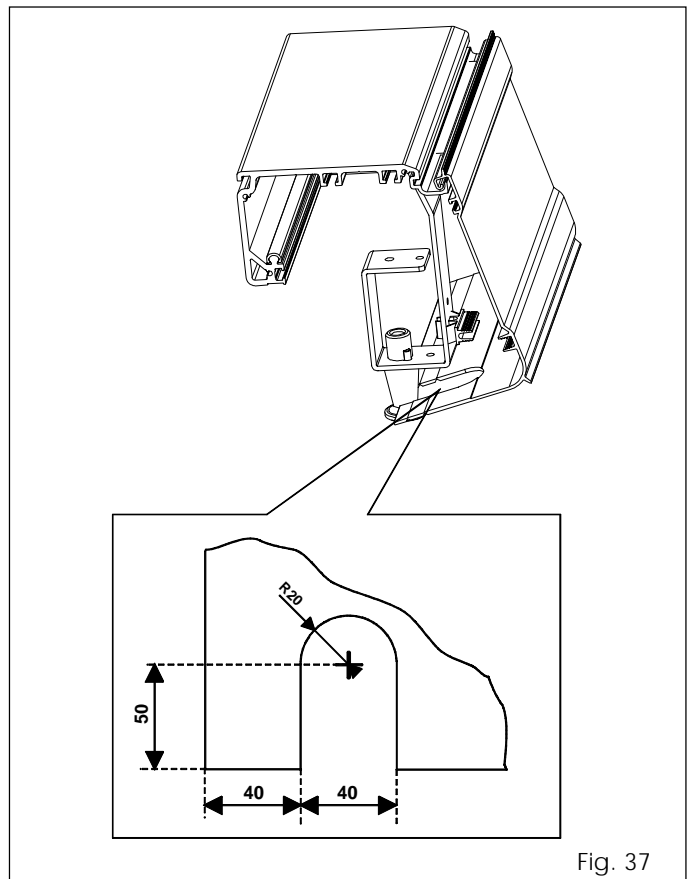

Fig. 37
N.B.: als de interne ontgrendeling wordt gebruikt moet hij, voor een juiste sluiting van de kap, de vorm krijgen die wordt aangegeven door de maten van fig. 37.